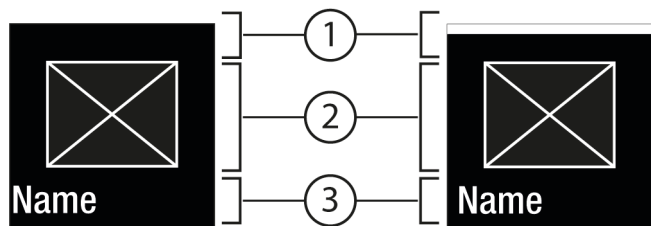
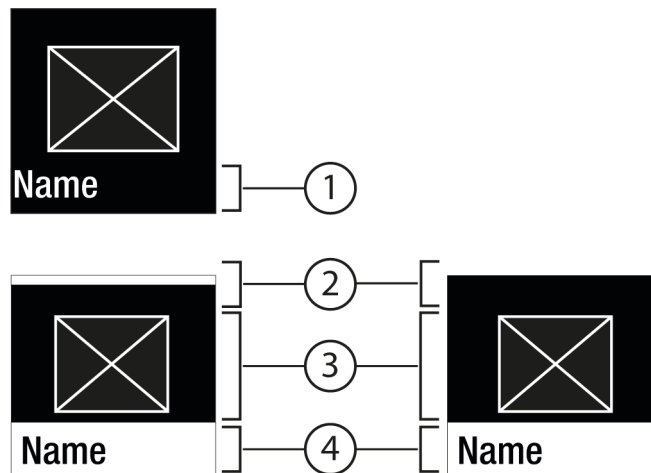

Fig. 6
Fig. 7
- Avec Confirmer *Fig. 5 (2)*, appeler le sous-menu *Fig. 7 (4)*.
- Régler une nouvelle valeur : Avec Confirmer *Fig. 5 (2)*, sélectionner une valeur désactivée *Fig. 6 (1)*.
- Retour au menu : Avec Confirmer *Fig. 5 (2)*, sélectionner la valeur déjà activée *Fig. 6 (2)*.
(4) Sous-menu : Nom de la fonction ou sous-menu : Nom du réglage
- ▷ Status : activé *Fig. 6 (1)* s'affiche brièvement dans le sous-menu *Fig. 7 (4)*.